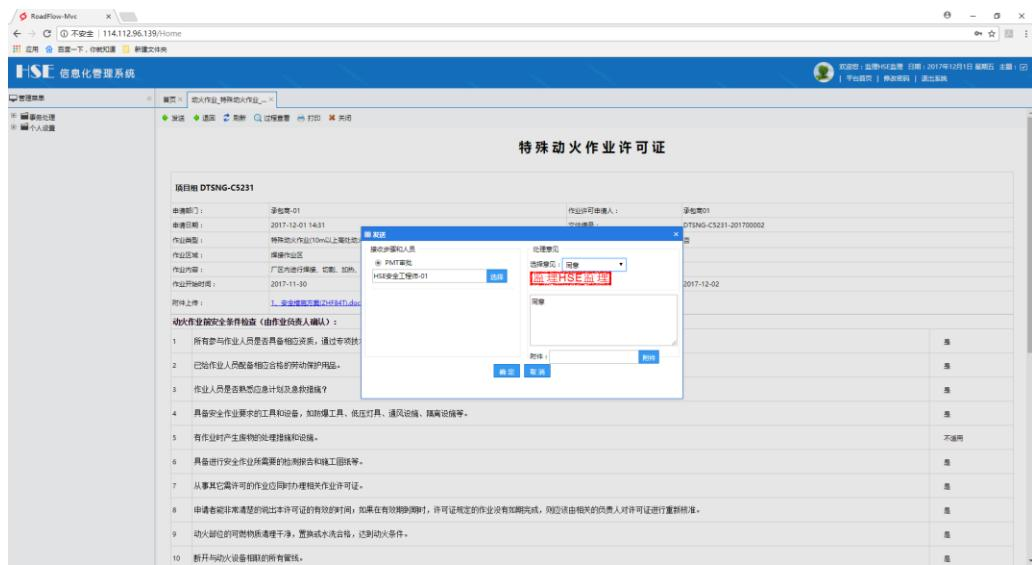

图 5.2-30 发送给 PMT 审批
2. 审查表单内容 , 内容合格无误后发送给 PMT 进行审批 , 如图 5.2-30 所示 :